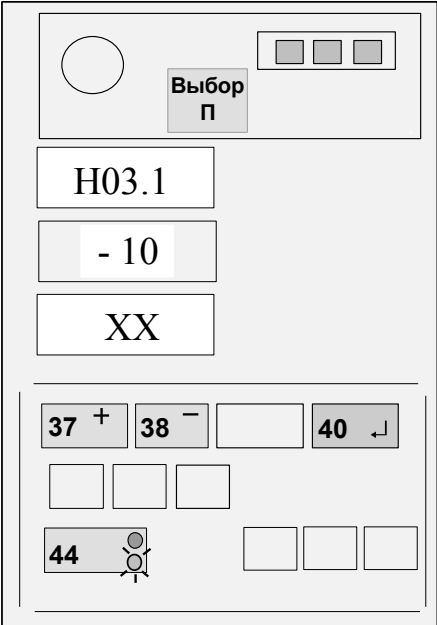

Рисунок 15 - Ввод температуры
Если величина измеренной температуры воздуха отличается от выдаваемой на средний ИЖЦ более, чем на 3°С, нажатием кнопки 44 установить на верхнем ИЖЦ код "Н03.1", а затем, нажимая кнопки "+" (37) и "-" (38), установить, контролируя по показаниям среднего ИЖЦ, значение температуры, равное показаниям термометра (см. рисунок 15).